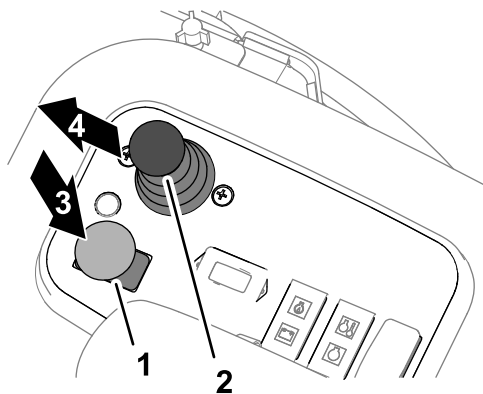

图 35
3. 将滚刀组驱动开关移至分离图 35。
5. 使用降下剪草/提升控制杆降下滚刀组图 35。